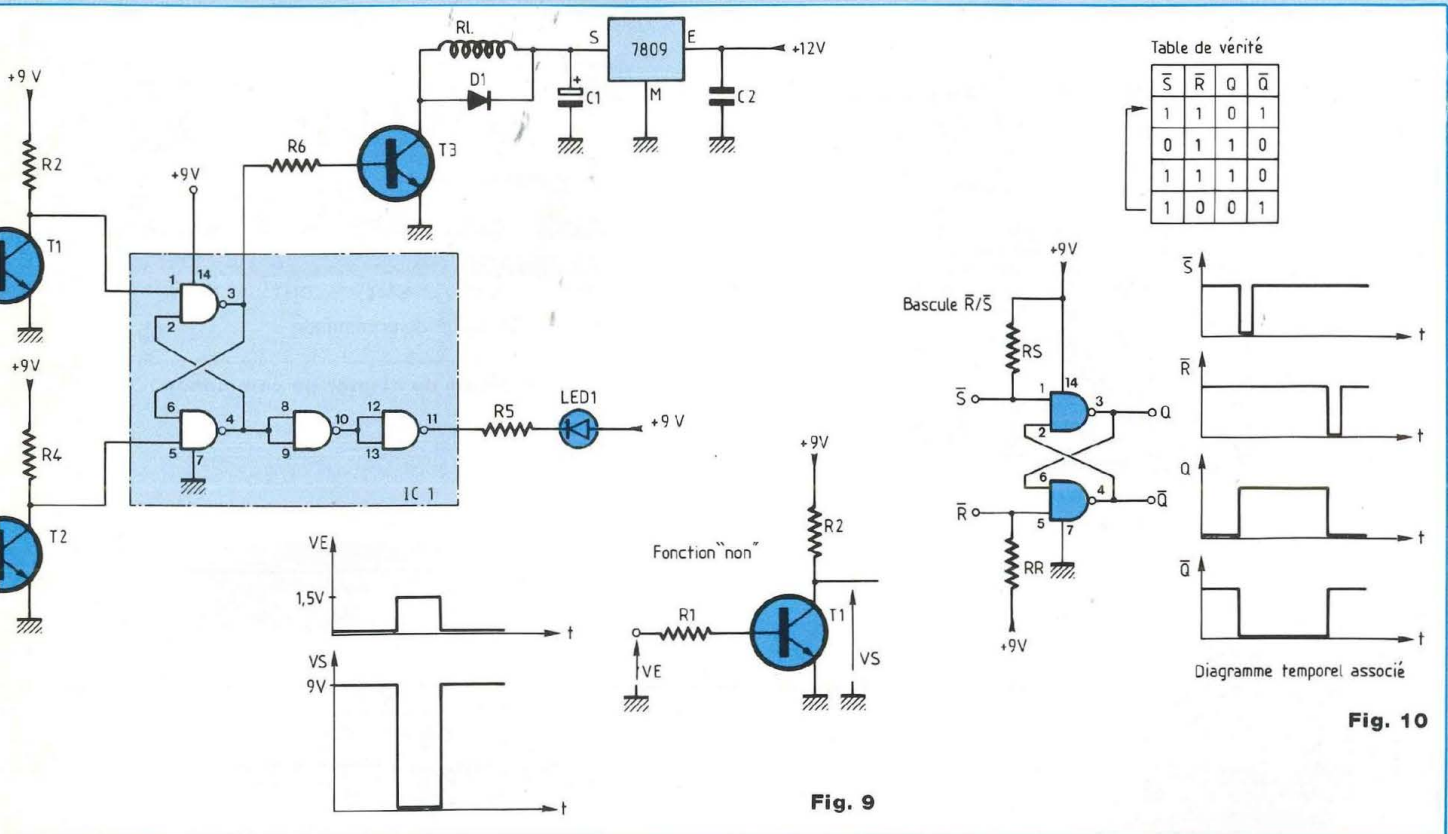

Fig. 10
- Ces mêmes signaux viennent de subir une complémentation logique (inversion) par l'intermédiaire de T1 et T2 (figure 9), nous allons donc devoir utiliser une bascule à entrées complémentées de façon à ce que tout rentre dans l'ordre (bascule  $\bar{R}/\bar{S}$  : figure 10).